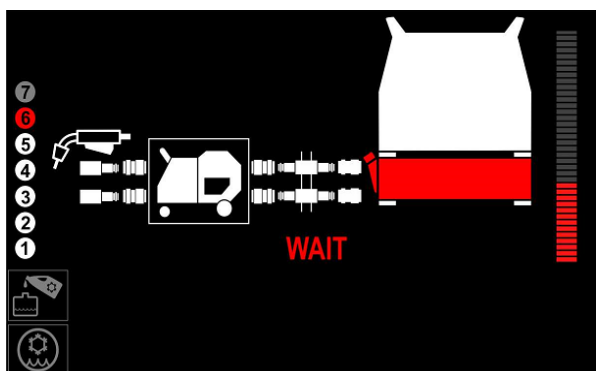

Рисунок 19
- Дождитесь, пока жидкость не пройдет полный контур системы охлаждения (рисунок 19 или 27).